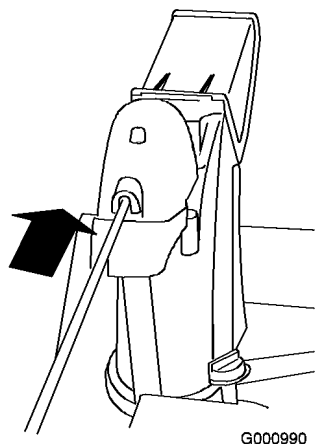

Figura 15
- 4. Inserite l'estremità anteriore dell'asta nell'apertura sul retro del coperchio ingranaggi del camino di scarico, finché non s'inserisce negli ingranaggi (Figura 15).